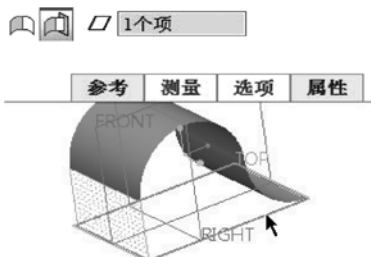

图 7-112 延伸面组的相关操作
- 5 选择“TOP (基准平面)”作为要将该曲面延伸到的平面, 如图 7-112 所示。